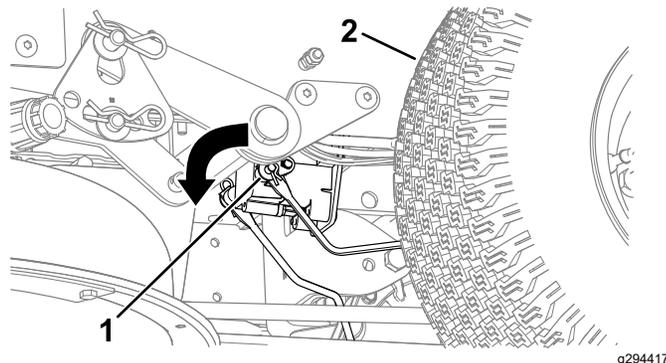

Рисунок 52
3. Найдите вал на электрическом тормозе, к которому подсоединены рычаги тяги тормоза (**Рисунок 52**).